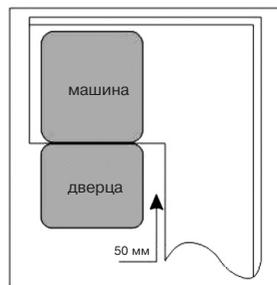

Рис. 2. Вид сверху. Минимальное пространство, когда дверца открыта.
2. При размещении посудомоечной машины в угловой части мебели для встройки минимальное расстояние между боковой частью открытой дверцы посудомоечной машины и кухонной мебелью должно быть не менее 50 мм (Рис.2).